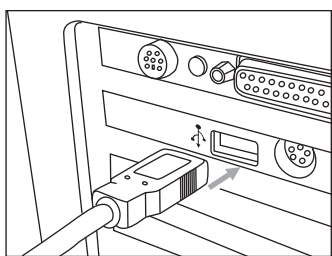

图8
- 5). 将USB传输线的另一端插入电脑主机背后之空闲连接口，如图8: